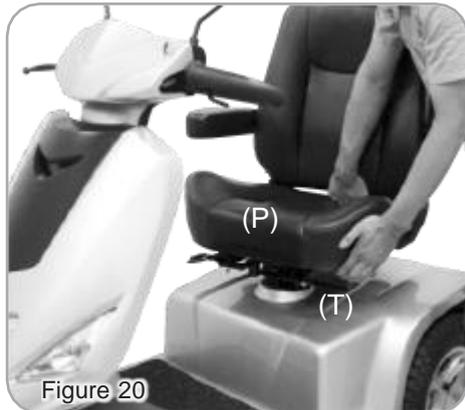

Figure 20
1. Reportez-vous à la page 15 pour le démontage, puis retirez l'assise (P) et le carénage arrière (Z). (Figures 20 et 21)
4. Remontez ensuite le carénage arrière (Z) et l'assise (P) dans la position d'origine. (Figures 20 et 21)
**Dispositif de levage électrique du siège (P) (en option)**
**Si le siège (P) est difficile à retirer, maintenez le levier du siège pivotant (R), puis faites pivoter le siège afin de réduire la résistance et tirez vers le haut.**
**Démontage du carénage arrière (Z) et des Batteries (C1) :**
1. Retirez le carénage arrière (Z) en tirant vers le haut (figure 20).